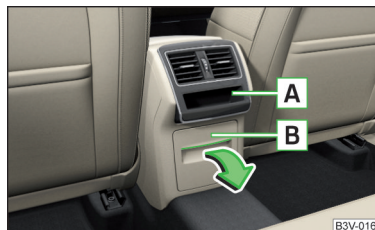

Abb. 123
In der Mittelkonsole hinten befindet sich ausstattungsabhängig ein offenes Ablagefach **A** sowie ein abschließbares Ablagefach **B** » Abb. 123.
- » Zum **Öffnen** des Ablagefachs **B** am Oberteil der Vertiefung ziehen und das Fach in Pfeilrichtung aufklappen » Abb. 123.